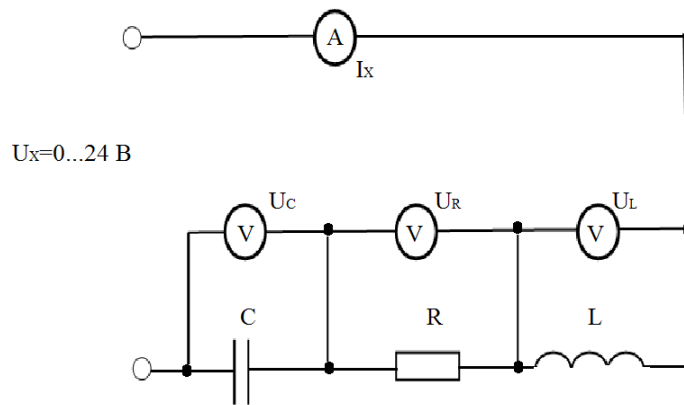
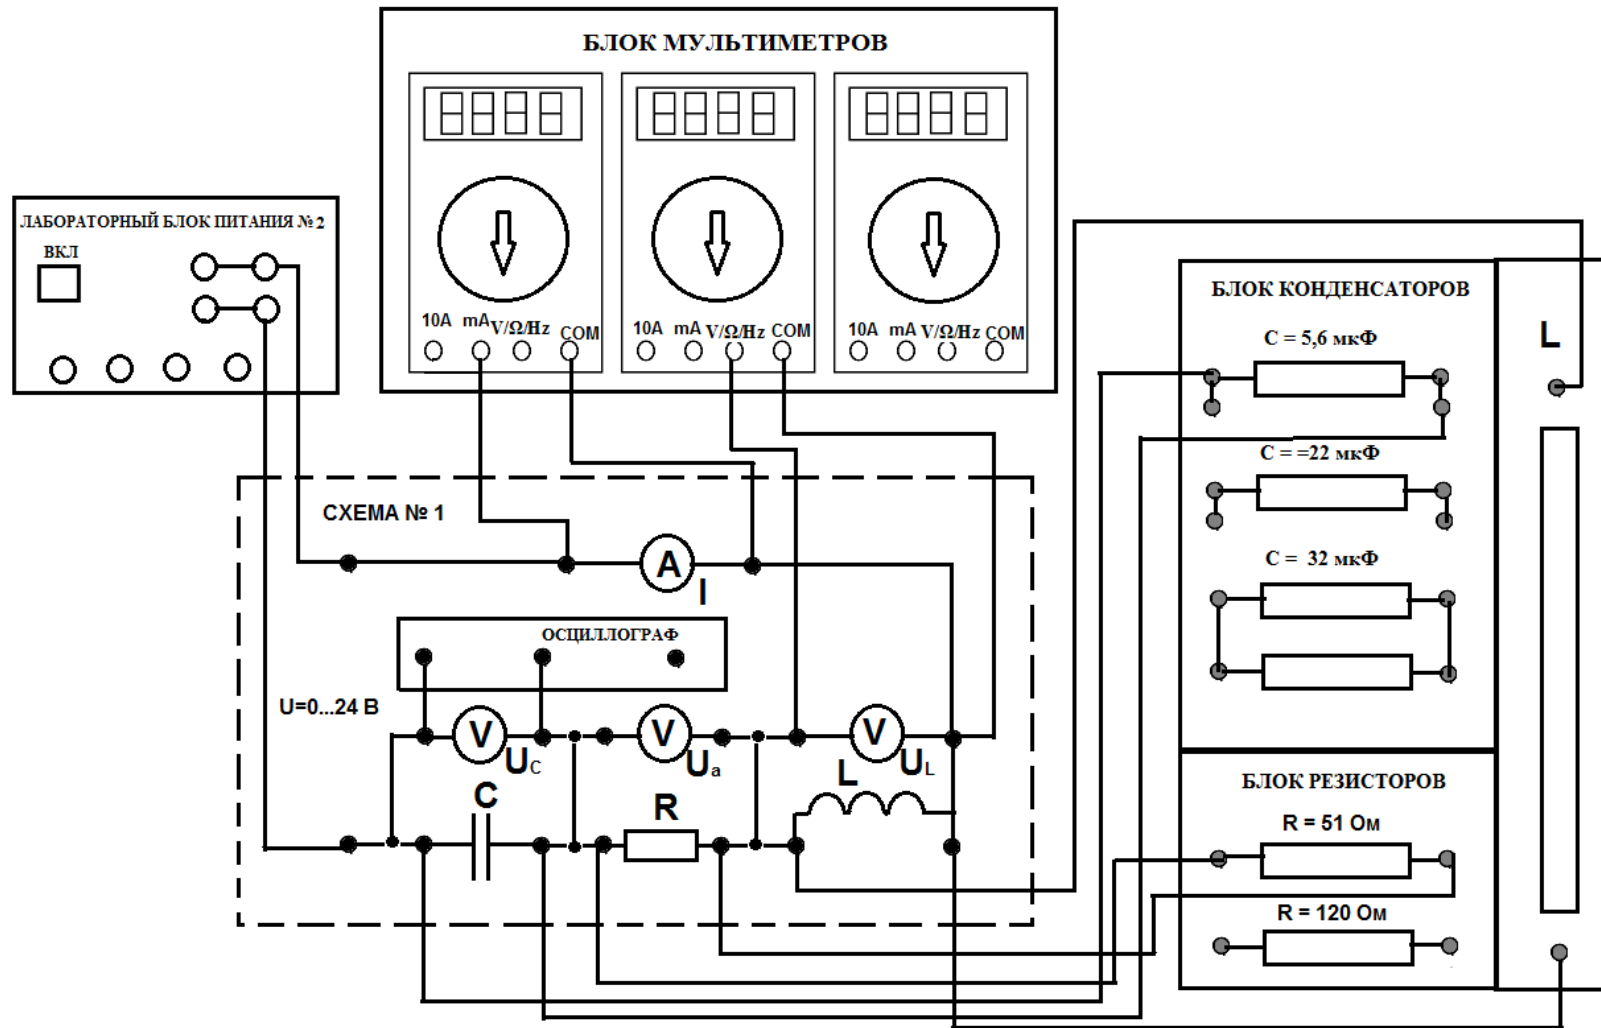

Рис. 1
Рис. 2
Схема электрическая принципиальная представлена на рис. 1, монтажная схема представлена на рис. 2
1. Собираем электрическую цепь (рис.1), используя лабораторную карту № 2, схему № 1, блок резисторов, блок конденсаторов, катушку индуктивности.